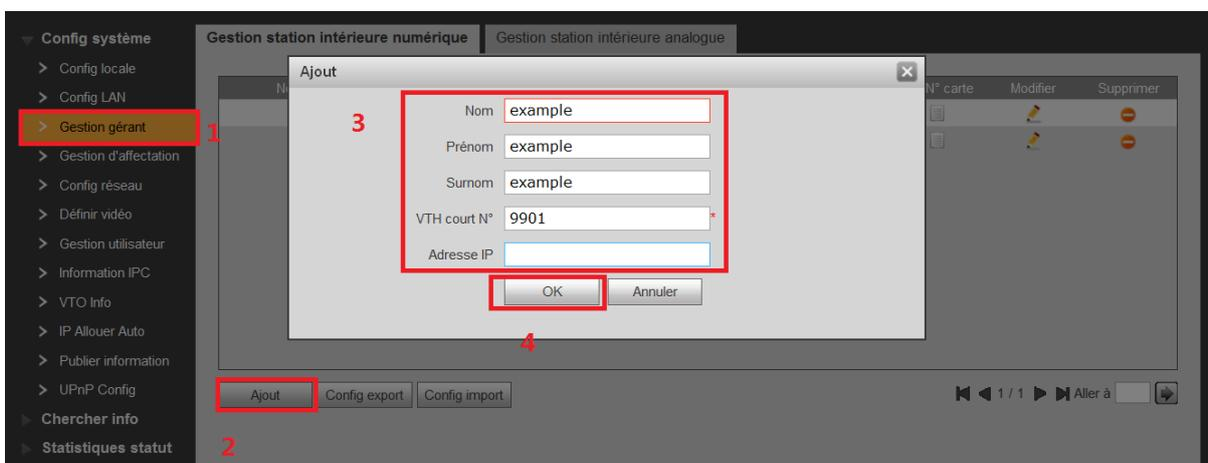

Figure 2-8
c) Vous pouvez maintenant ajouter le VTH digital. Voir Figure 2-8.